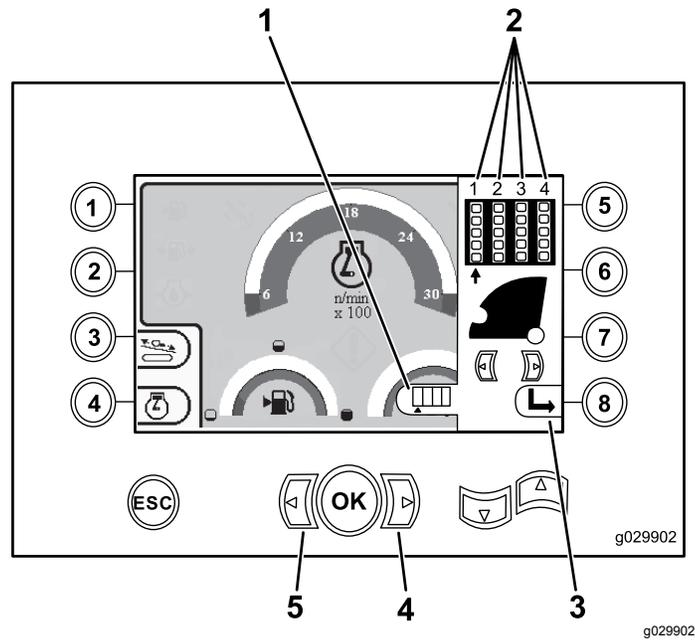

Figura 7
1. Pressione a seta à direita ou esquerda para selecionar o número da fileira que deseja acessar (Figura 7).
2. Após posicionar a seta sob o número da fileira que deseja acessar, pressione o botão 8 (Figura 7) para ocultar a janela lateral.